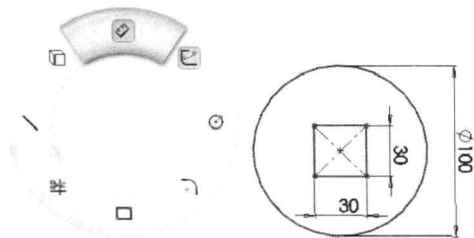

图1-13
6. 标注尺寸。在鼠标笔势中单击鼠标右键并向上拖动鼠标指针选择智能尺寸工具 D ，给图形标注尺寸，如图 1-13 所示。